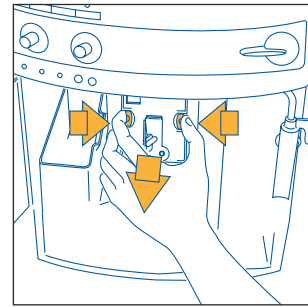

Abb.29
- Die beiden roten Entriegelungstasten der Brüheinheit seitlich andrücken (Abb. 29) und die Brüheinheit herausziehen.